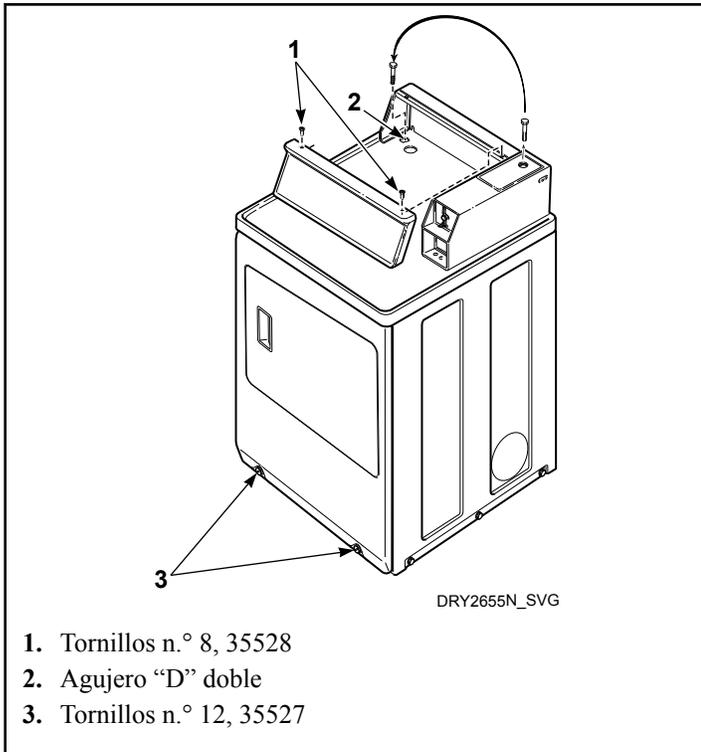

Figura 35
1. Quite el tornillo Phillips de la puerta de servicio (consulte la Figura 35).